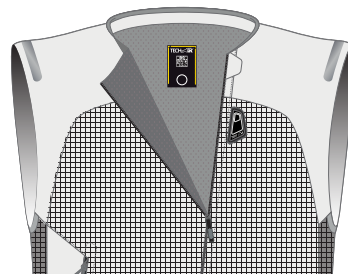

Figura 10
Per mantenere il Sistema spento, tenere aperta la Zip di Attivazione (1) come illustrato nella Figura 10. Mantenere sempre il Sistema in queste condizioni durante lo stoccaggio, il trasporto o la spedizione (vedere la Sezione 14 "Pulizia, Stoccaggio e Trasporto").